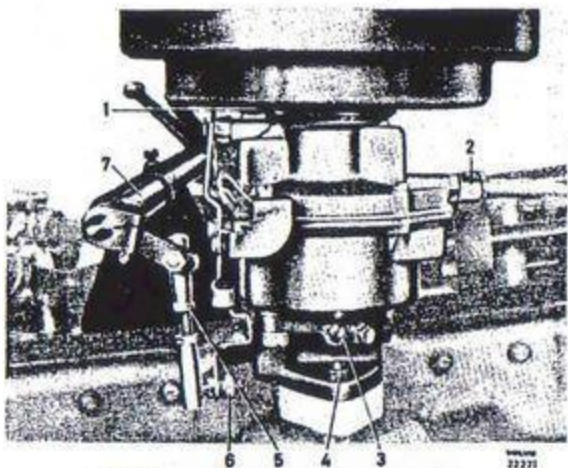

Bild 16. Förgasare med reglage.
1. Lossa klämskruven (1 bild 16) och ta bort tuttrenaren.
2. Lossa muttern (6) och bensinröret (2).
3. Lossa de båda fästmuttrarna (4) och ta bort förgasaren.